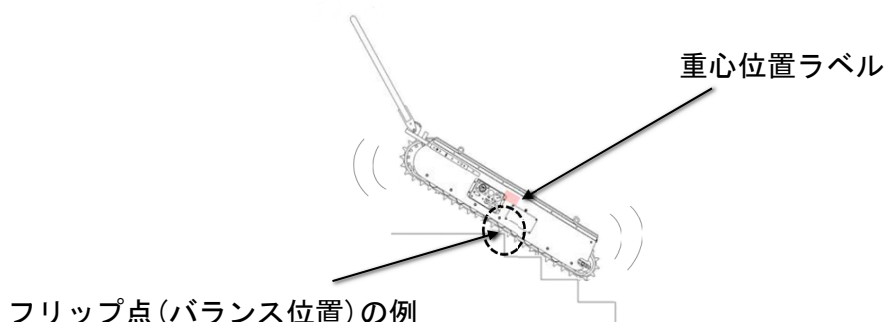

図16. フリップ点(バランス位置)
6. 本製品が傾斜面や階段の上端を越え始める際にはハンドルを持って軽く下向きに押しながら本製品を低速でゆっくりと上らせる。この手順を行う事で本製品のフリップ点(バランス位置)を容易に見つけることが出来る。(図16参照)
「フリップ点」とは、傾斜面または階段の上部で荷物を積んだ本製品の重心が、階段や傾斜面の最上段の角で釣り合っている状態。(図16参照)
(図16参照)**
5. 本製品が傾斜面や階段の上端を越え始めた際、ハンドルを持って軽く上向きに押しながら、本製品を低速でゆっくりと後進させる。本手順を行う事でフリップ点(バランス位置)を容易に見つける事が出来る。(図16参照)
注：フリップ点(バランス位置)は、本製品に積載されている荷物等によって異なる。(図16参照)